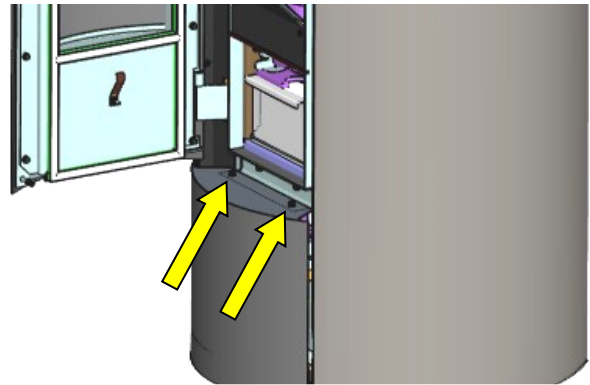

Abb. 10: Türe und untere Frontblende entfernen
3. Die Befestigungsschrauben der unteren Frontblende lösen (Abb. 10) und nach oben entfernen